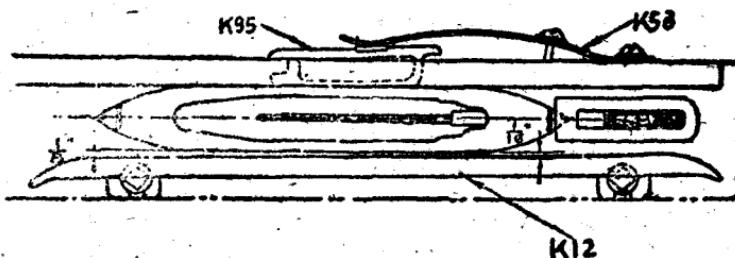

图 4
(3) 梭箱底板和走梭板接触的地方，走梭板后退 $\frac{1}{16}$ 吋，这个尺寸很重要。梭箱前板和梭子的相对位置外狭内宽，外侧 $\frac{1}{16}$ 吋，内侧 $\frac{1}{8}$ 吋（如图4所示）。梭箱背板上装有制梭板，梭子将出梭箱时，制梭板压住梭子的后端。由于有了以上的各点装置，所以梭子投出梭箱后向钢筘斜进。